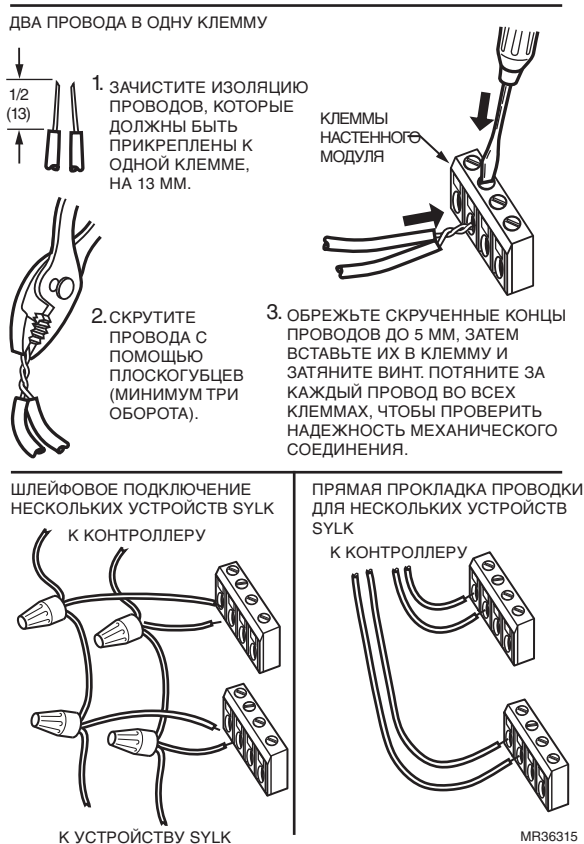

Рис. 6. Варианты подключения нескольких устройств Sylk.
4. На рис. 6 показано подключение нескольких устройств Sylk.